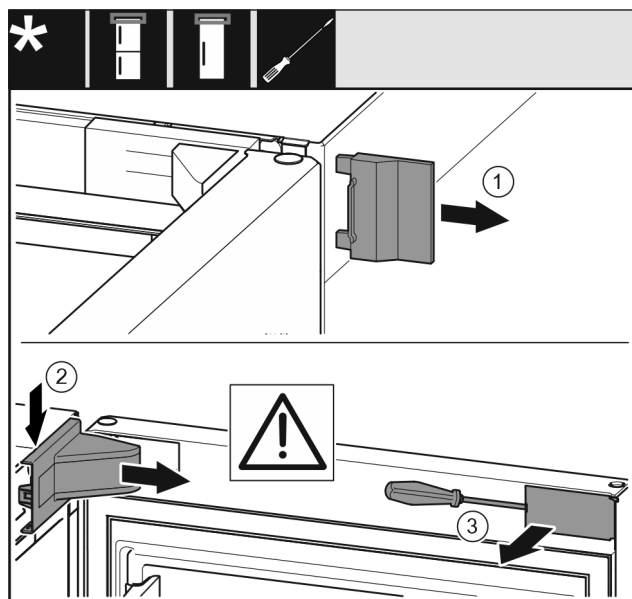

Fig. 11
- Ta bort det yttre skyddet. *Fig. 11 (1)*
- Haka av lagerbocksskyddet och lossa det. Ta bort lagerbocksskyddet. *Fig. 11 (2)*
- Lossa panelen med hjälp av en spårskruvmejsel och vrid den åt sidan. *Fig. 11 (3)*